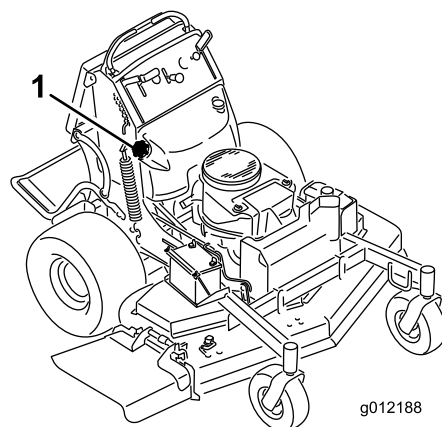

Figura 52
5. Utilizando uma bomba sifão, drene o combustível para uma lata de gasolina limpa (Figura 52).